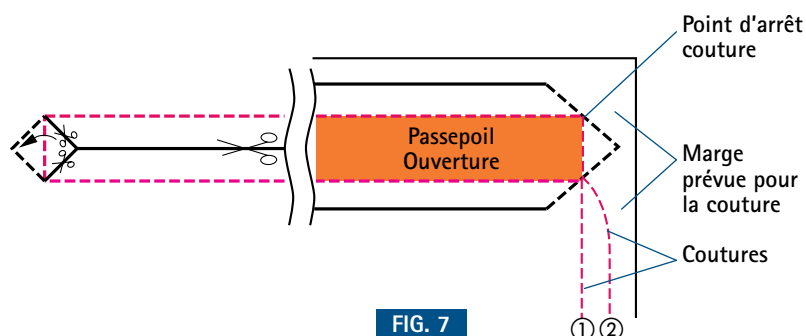

FIG. 7
Retourner les deux parties de la poche par le trou de l'ouverture, placer sur une surface plane et ajuster les deux morceaux du fond de la poche et les petits triangles (fig. 7 et 8).
Pour fixer l'ouverture et fermer le sac de la poche, il faut, à partir du point d'arrêt couture (fig. 7), assembler les deux morceaux du fond de la poche en prenant les petits triangles dans la couture et en respectant la marge prévue au bord.
Si la poche a une fonction décorative, on peut appliquer une couture droite (fig. 7, ①), mais si la poche a une vraie utilité, on peut élargir de 1 à 2 cm le sac par la couture pour un plus grand confort d'utilisation (fig. 7, ②).